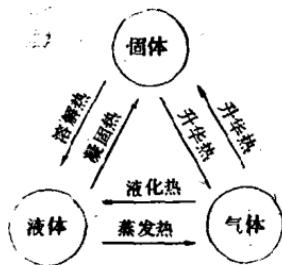

图2 液体、气体、固体之间的关系
- 附图 2 日立 R-175FH 电冰箱结构图**
液体、气体、固体三者与上述几种热之间的关系如图2所示。
下面以水为例并结合图2进行说明：